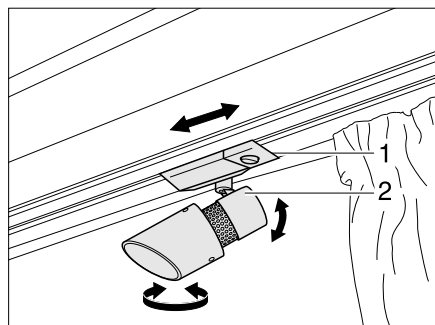

Bild 85 Spotleuchte
- Gehäuse (Bild 85,2) fassen und drehen.
- Halterung (Bild 85,1) fassen.